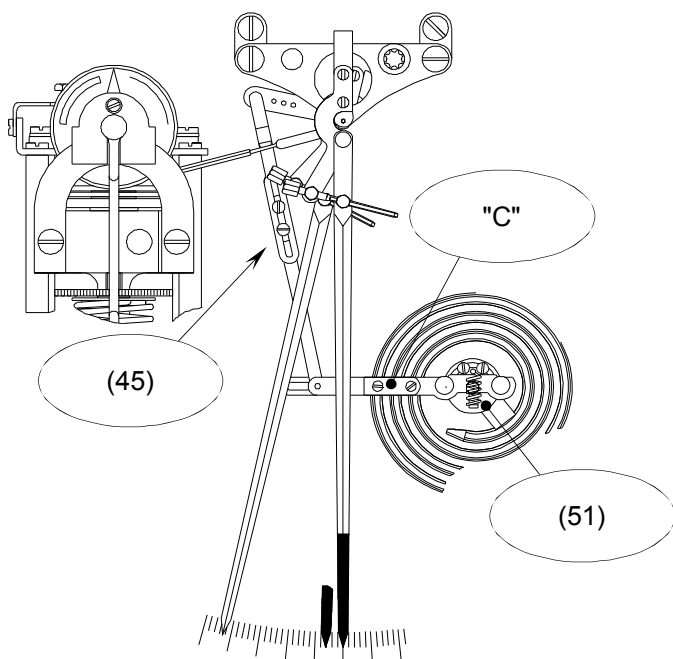
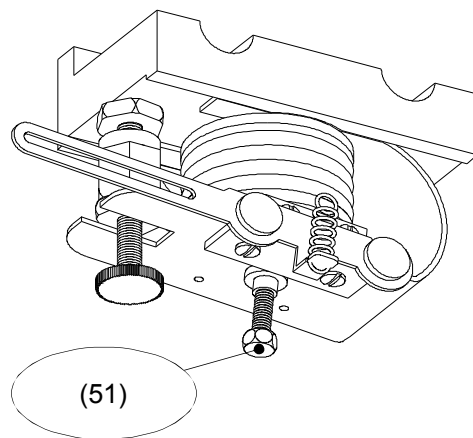

Fig. 8.1.1
Fig. 8.1.2
Per correggere eventuali piccoli scostamenti dell'indice nero della variabile misurata dal valore reale, agire sul tirante (45) (vedi Fig 8.1.1).
Vedi Fig. 8.1.1 per elementi di temperatura e pressione (Serie 350). Vedi Fig. 8.1.2 per elementi ricevitori 3÷15 psi (Serie 350).